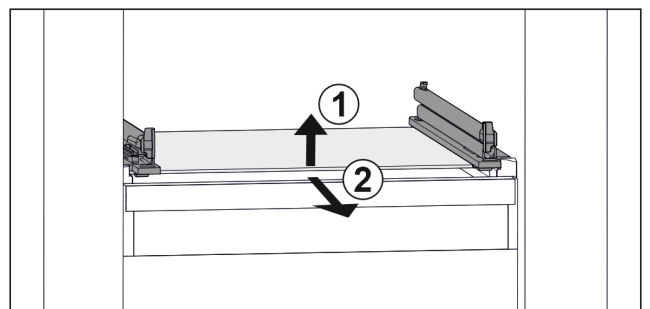

Fig. 48 Voorbeeldweergave van glasplaat
- ▶ Glasplaat aan de voorkant optillen. Fig. 48 (1)
- ▶ Glasplaat naar voren toe verwijderen. Fig. 48 (2)